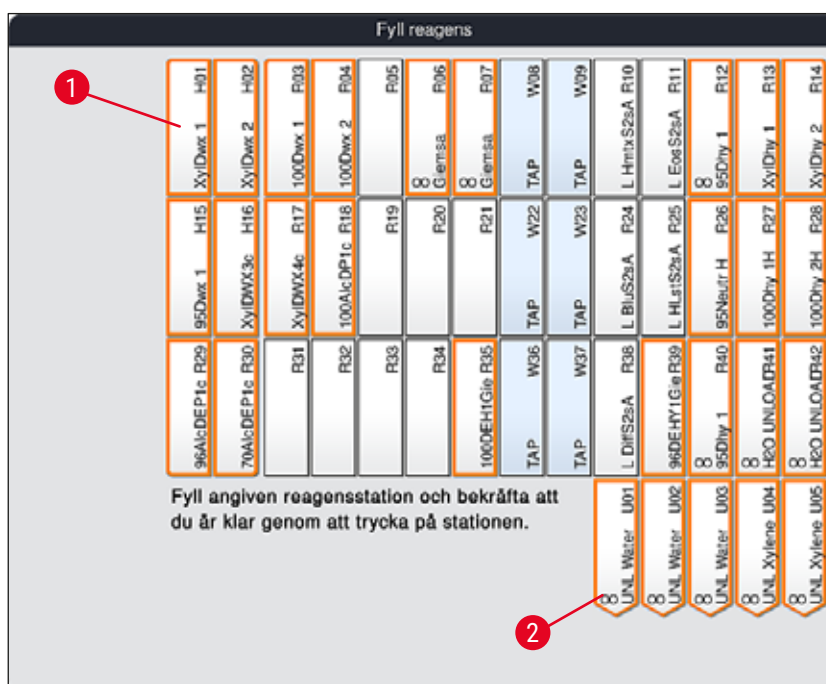

Bild 56
- I det nya fönstret **Fyll reagens** (→ "Bild 56") är de stationer som ska fyllas markerade med orange (→ "Bild 56-1").
Endast användardefinierade och tillagda reagenser från Leica-infärgningsprogram får en orange markering (→ "Bild 56"). Därefter skannas reagenserna från Leica Reagent Kit (→ Sida 82 – Fylla på reagenser från Leica Reagent Kit).